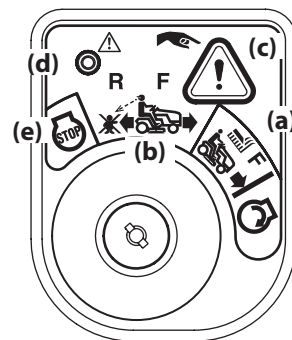

Figura 3-4
- Gire la llave de la posición CORTE NORMAL (a) a la posición MODO DE PRECAUCIÓN EN MARCHA ATRÁS (b) del módulo de encendido. Consulte Figura 3-4.
- Oprima el BOTÓN DE MARCHA ATRÁS (c) en el ángulo superior derecho del módulo de encendido. La luz indicadora roja (d) que está en el ángulo superior izquierdo del módulo de encendido se mantendrá ENCENDIDA mientras esté activada. Consulte Figura 3-4.
- El MODO DE PRECAUCIÓN EN MARCHA ATRÁS (B) permanecerá activado hasta que: